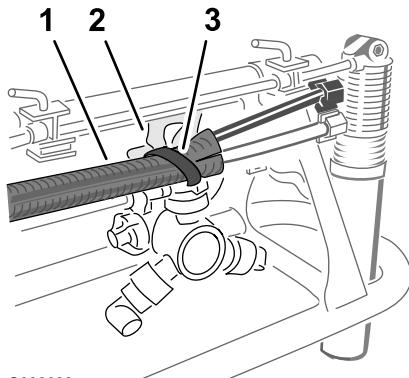

Bild 25
5. Befestigen Sie die Schläuche mit einem Kabelbinder im Loch in der Düsenstütze, wie in Bild 25 abgebildet.